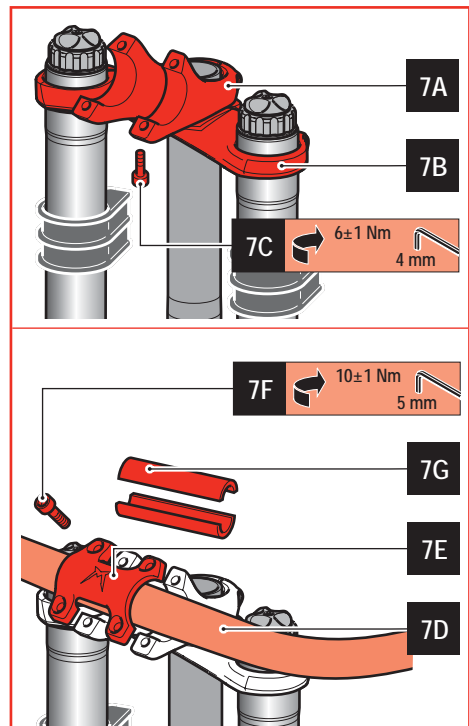

Abbildung 7 - Montage Lenkerbefestigung
- Das untere Montagesegment der Lenkerbefestigung auf der oberen Gabelbrücke montieren (siehe **7A und 7B in Abb. 7**).
- Den Lenker festmachen, dazu die Schrauben mit einem 4mm-Inbusschlüssel mit dem vorgesehenen Moment (6 ± 1 Nm) anziehen (siehe **7F in Abb. 7**).
- Das untere Montagesegment der Lenkerbefestigung an der oberen Gabelbrücke festmachen, die Schraube mit einem 4mm-Inbusschlüssel mit dem vorgesehenen Moment (6 ± 1 Nm) anziehen (siehe **7C in Abb. 7**).
- Den Lenker montieren und im unteren Montagesegment der Lenkerbefestigung zentrieren (siehe **7D in Abb. 7**).
- Das obere Montagesegment der Lenkerbefestigung über dem Lenker montieren (siehe **7E in Abb. 7**).
Für die Montage von Lenkern mit anderem Durchmesser sind "Adapterschalen" lieferbar, die um den Lenker anzubringen sind (zwischen dem Lenker und den einzelnen Segmenten der Lenkerbefestigung) und ihn in Position halten (siehe **7G in Abb. 7**).